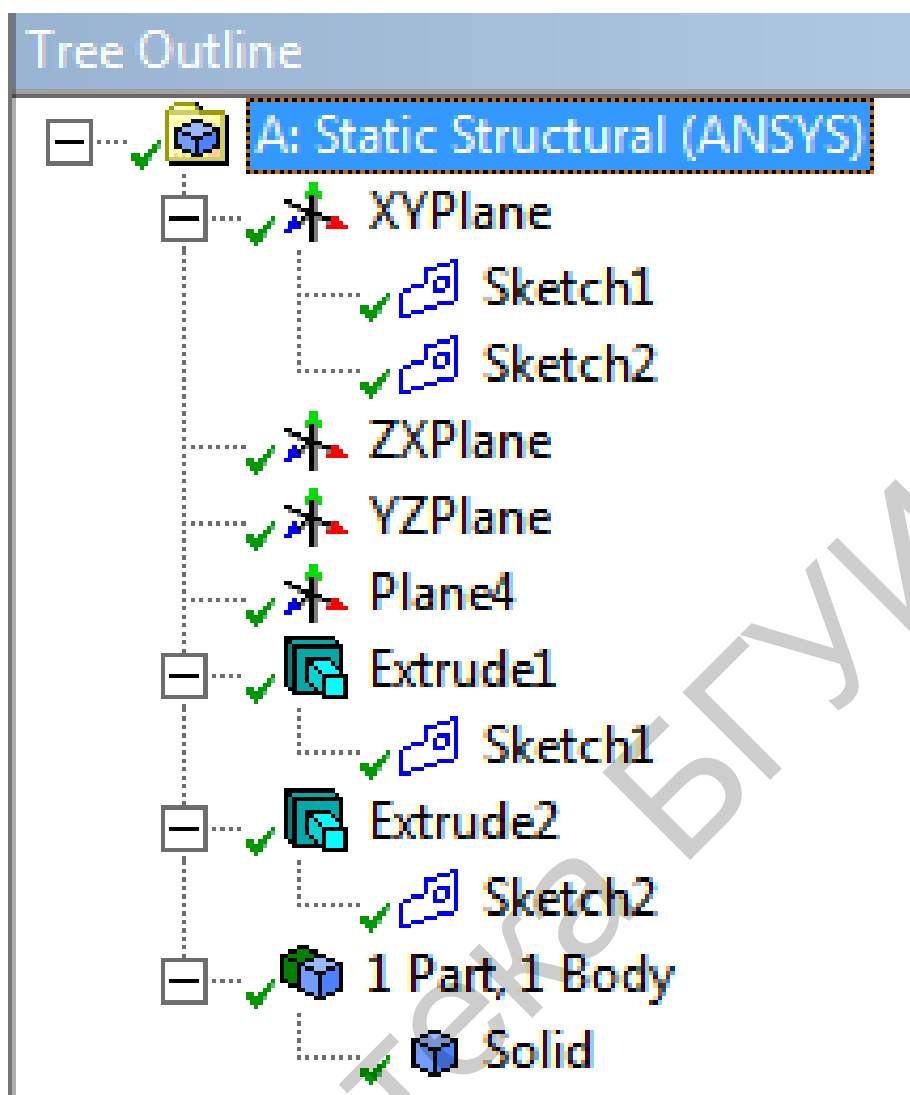

Рисунок 1.10 – Дерево построения
**Дерево построения (*Tree Outline*)** является важнейшим инструментом моделирования и позволяет представлять в удобном виде последовательность создания геометрической модели (рисунок 1.10). В дереве построения отражены все операции в том порядке, в котором они применялись для создания геометрии. Некоторые команды могут быть соподчиненными, то есть результат выполнения одной является исходным для другой.